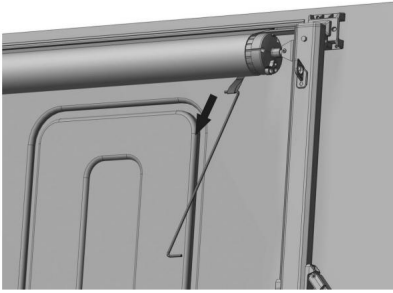

Abbildung D4
4.1.3 Stecken Sie den Winkel auf einer Seite des Zugstabs in den Schlaufengurt der Ratsche und ziehen Sie die Markise nach außen, bis sie vollständig ausgefahren ist. (Abbildung D4)